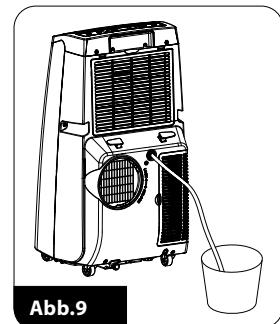

Abb.9
- lösen Sie die Mutter und entfernen Sie den Stopfen (6)
- schließen Sie das andere Ende des Abflussdräns an das Abflusssystem oder Gefäß an (Abb. 9)
**ACHTUNG!** Das Gefäß oder Abflusssystem müssen sich unterhalb des Abflusses (6).
**ACHTUNG!** Schließen Sie den Abflussdrän nicht an den Wasserabfluss (10) – das verflüssigte Wasser nimmt aktiv an der Gerätekühlung teil.